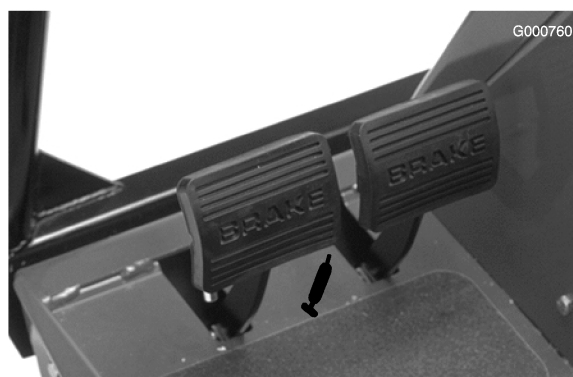

Figura 37
- Eje del pedal de freno (1) (Figura 37)